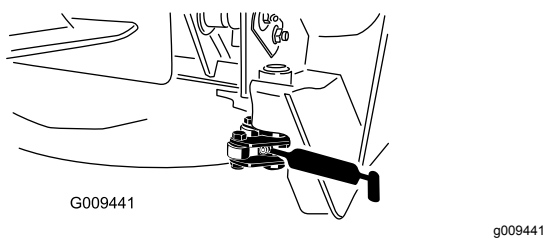

Figura 68
- 2 perni orientabili del fermo (Figura 68)